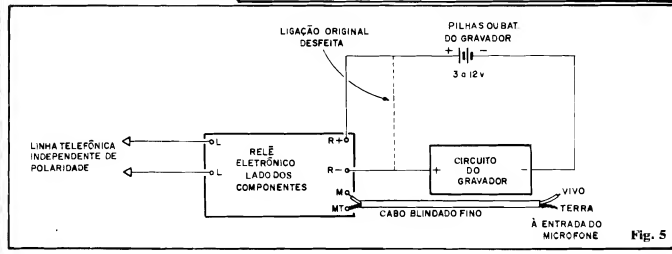
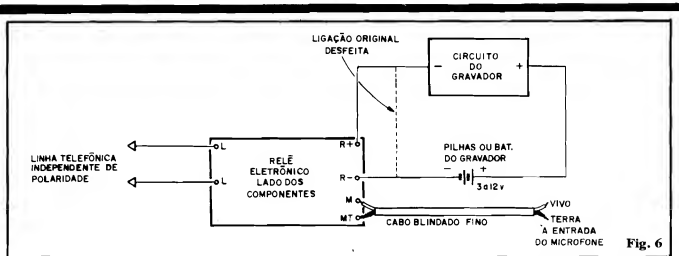
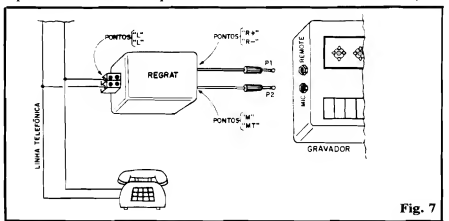

Fig. 5
Fig. 6
Fig. 7
- FIG. 5 - Primeiro "modelo" de acoplamento" do REGRAT com o gravador... Notar que o bloco rotulado de "Circuito do Gravador" inclui toda a parte eletrônica deste, **mais** seu motor... Observar a ligação interna do circuito do gravador, que deve ser desfeita (interrompida) para o acoplamento do chaveamento eletrônico feito pelo REGRAT. Atenção às polaridades (todas claramente indicadas) e à necessidade de se usar cabo blindado mono, fino, para a conexão à Entrada de Microfone do gravador...
- FIG. 6 - Segundo "modelo" de
acoplamento REGRAT/gravador... Dependendo do circuito interno do gravador, de qual polaridade tem sua referência interna de "terra", uma das duas soluções (fig. 5 ou fig. 6) deverá dar melhores resultados do que outra... Assim, é conveniente que o Leitor/Hobbysta experimente ambas e verifique qual mostra funcionamento mais consistente. Notar que nessa configuração (ao contrário da mostrada na fig. 5) é a linha do **negativo** da alimentação interna do gravador que deve sofrer a "ruptura" e intercalação do REGRAT... Como sempre, **ATENÇÃO** às polaridades indicadas e à presença de cabagem blindada na interconexão de Microfone...
FIG. 7 - Os "modelos" de instalação mostrados nas figs. 5 e 6 pressupõem o "embutimento" da plaquinha do REGRAT em qualquer pequeno espaço "sobrante" dentro da própria caixa do gravador acoplado... Alguns gravadores, porém, apresentam acessos (jaques) externos para "Remote" e "Microfone"... Nesse caso, conforme ilustra o diagrama, o REGRAT pode ser abrigado em caixinha independente, autônoma, dotada dos convenientes cabos e plugues para conexão aos tais jaques do gravador! Observar, na mesma figura, a forma como os pontos "L-L" são ligados à linha telefônica (e que - eletricamente - também vale para os arranjos mostrados nas figs. 5 e 6...). Especificamente quanto ao cabo/plugue P1 que deve ser ligado
fios que, internamente, vão a tais jaques. Já nos gravadores "mini" e "micro", normalmente não há acesso externo às funções "Remote" e "Mic", devendo então as ligações serem feitas conforme Instruções básicas mostradas nas figs. 5 e 6.